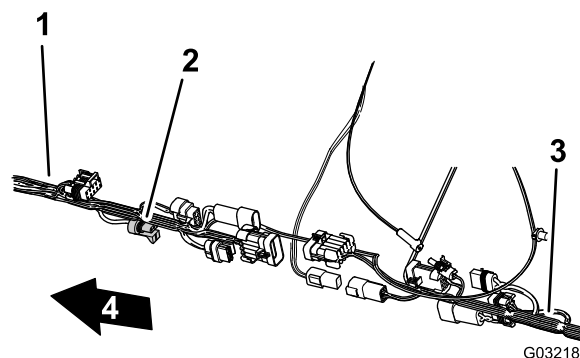

**Рисунок 113**
1. Находясь под машиной, под правой трубой рамы найдите электрические разъемы переднего и заднего жгутов проводов машины (Рисунок 113).